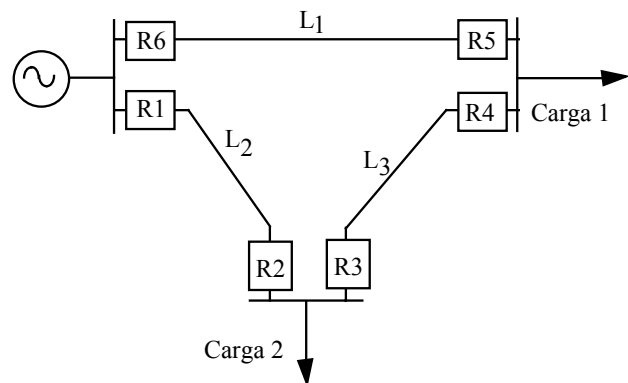

Figura 11
20. En el sistema de la Figura 11, los relés son direccionales de sobrecorriente, tipo tiempo definido. El tiempo mínimo de operación de cada uno es de 0,2 seg y el máximo de 3,0 seg., con pasos de 0,4 seg.: a. Determine el ajuste de tiempo y la dirección que debe tener cada uno de los relés para que el sistema opere selectivamente. Suponga que las líneas L_1 , L_2 y L_3 son iguales. A partir de los resultados obtenidos en a., determine: b. ¿Qué relés deben operar para aislar una falla en la carga 1, permitiendo que la carga 2 pueda mantenerse en servicio? c. ¿Qué relés deben operar para aislar una falla en la carga 2, permitiendo que la carga 1 se mantenga en servicio?